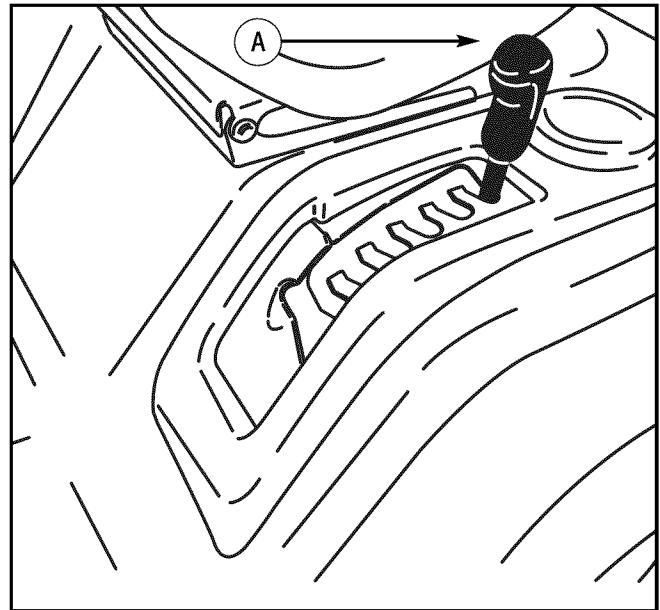

Figura 15: Control de elevación
1. Mueva la **palanca de la plataforma de elevación** hacia adelante para bajar la carcasa del cortacésped y hacia atrás para subir la plataforma del mismo (Figura 15).